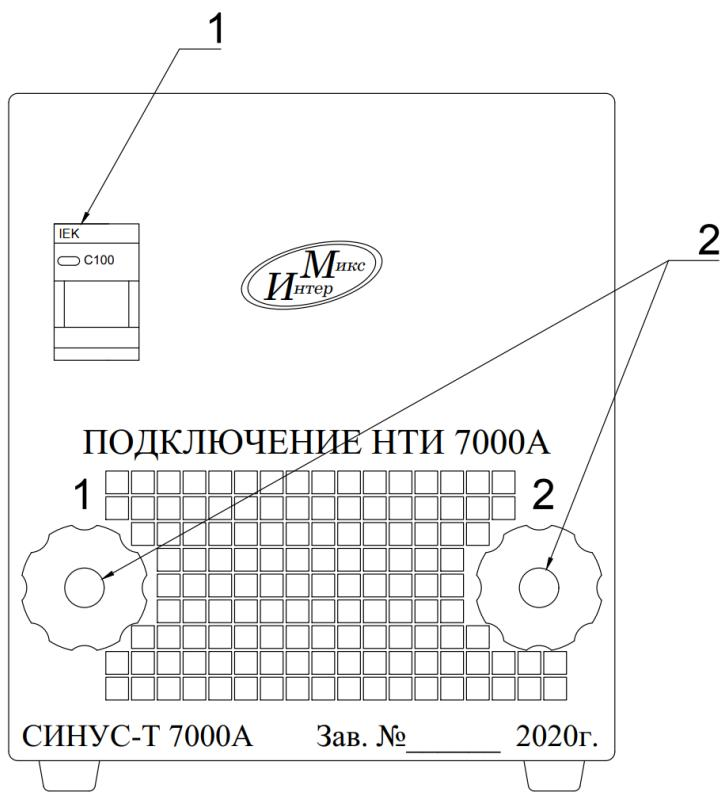

Рис.1. Передняя панель пульта управления СИНУС-Т 7000А
4.3.1. На передней панели пульта управления (СИНУС-Т 7000А) находятся (рис.1):